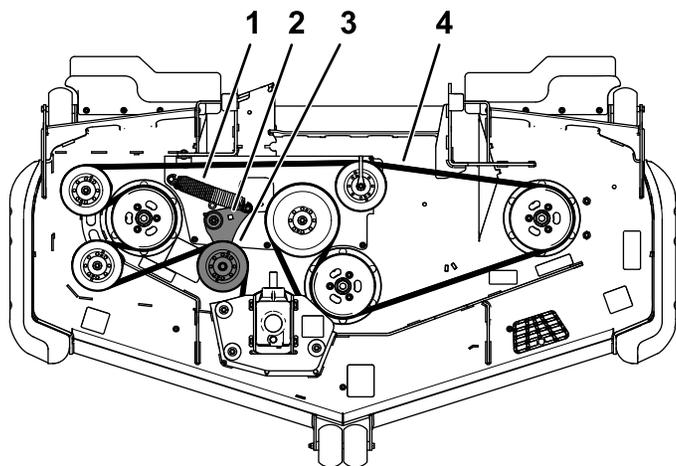

Figure 60
- Insérez un rochet dans le trou carré du bras de la poulie de tension pour détendre le ressort de la poulie (Figure 60).
- Installez la nouvelle courroie sur les poulies (Figure 60).
8. Vérifiez que les extrémités du ressort sont bien engagées dans les rainures d'ancrage ; puis insérez le rochet dans le trou carré pour chausser la courroie sur la poulie de tension (Figure 60).